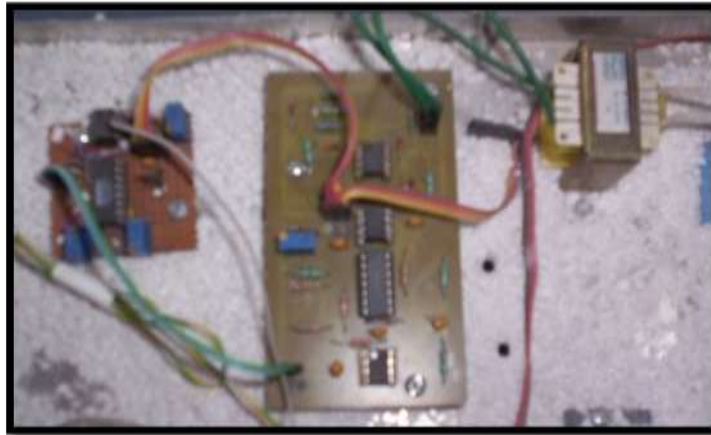

Figura C.7: Etapa de regulación de tensión.
- *Regulación de tensión* (Figura C.7) obtiene un voltaje continuo entre 0 y 5 [V] que es proporcional a la diferencia (error) entre la consigna de tensión (V_{ref}) y la tensión real en la barra de alta del transformador de bajada (V_m) que sirve como la señal de entrada para el bloque siguiente, de manera que este bloque sirve como transductor de la señal de medida y sirve para una comunicación adecuada entre la etapa de entrada y la etapa de control.